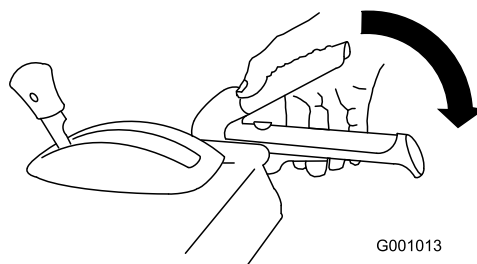

Figura 37
2. Innestate la leva della coclea/ventola e mantenetela in posizione (Figura 37).